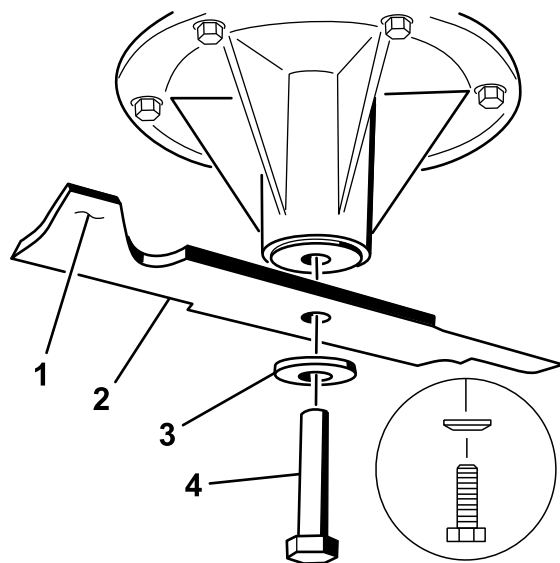

Figura 94
1. Instale la cuchilla en el eje (Figura 94).
2. Instale la arandela de muelle y el perno de la cuchilla (Figura 94).
Nota: El cono de la arandela de muelle debe estar orientado hacia la cabeza del perno (Figura 94).